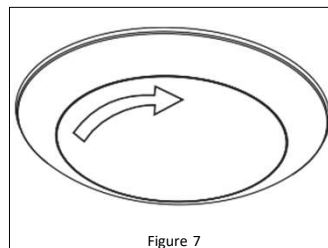

Figure 7
9. Rotate the lens slightly in the clockwise direction until the lens is secured to the fixture. **See Figure 7.**
- Tournez légèrement le diffuseur dans le sens horaire jusqu'à ce qu'il soit fixé au luminaire. **Reportez-vous à la Figure 7.**